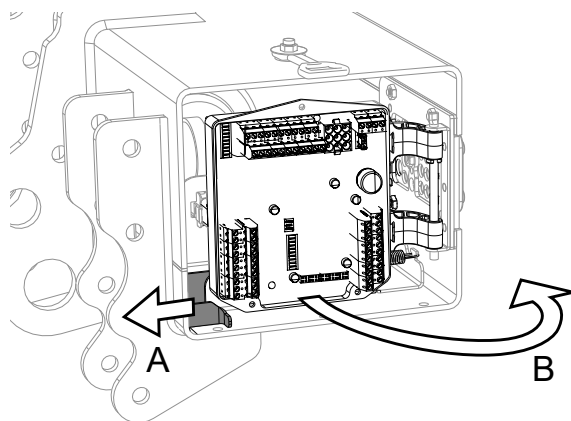
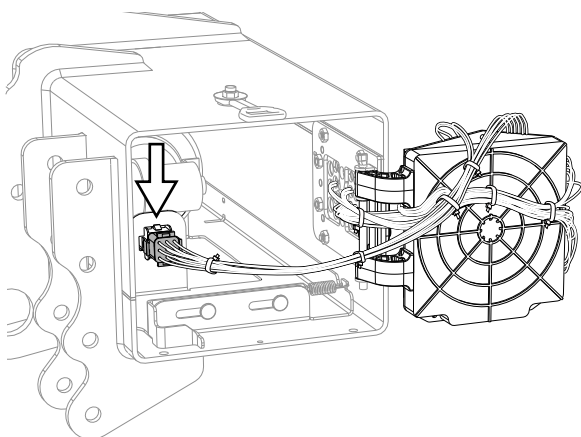

Bild 18. Frigöringsreglage styrkort
Bild 19. Anslutningskontakt
3. Vik ut styrkortet (B) och lossa kablaget vid kontakten på hydraulaggregatet, se Bild 18 och Bild 19.